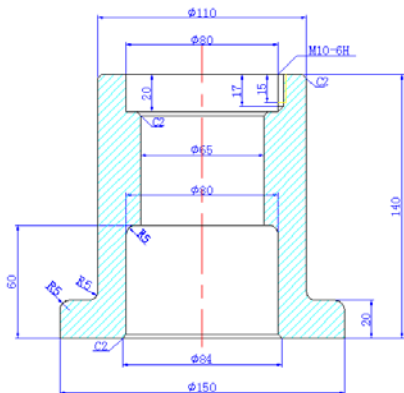

图 14.58 绘制底座
(3) 使用“直线”工具,把轮廓线定义为当前图层,在绘图区中参照如图 14.58 所示的参数绘制底座的轮廓线,并进行填充,完成后的效果如图 14.58 所示。